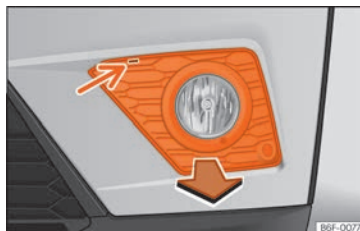

Abb. 105 Nebelscheinwerfer: Gitter abnehmen
1. Einen Schraubenzieher in die Kerbe einführen » **Abb. 105** (Pfeil). Lösen Sie die Clips an den Rändern des Gitters durch Ziehen heraus.